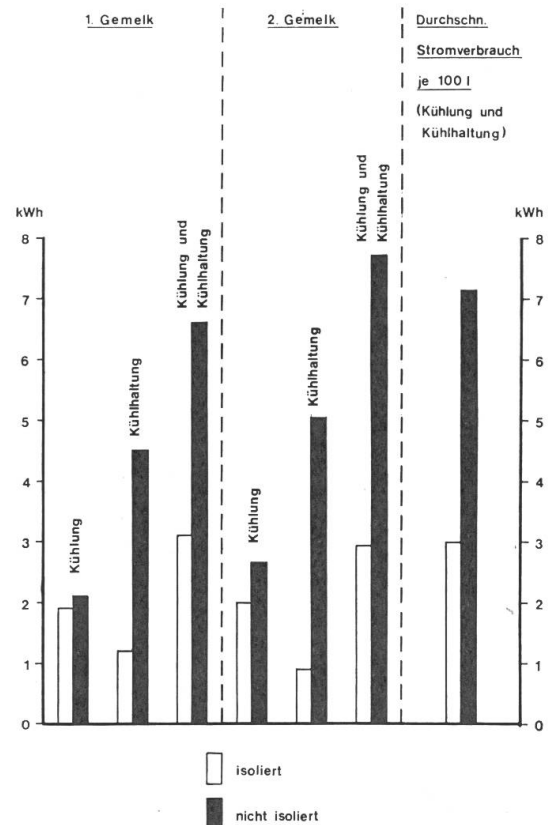

Abb. 15: Kühhaltung erfordert viel Energie bei Aufbewahrung der Milch in nicht isolierten Behältern.
- gute Isolation (geringe Wärmeeinstrahlung) (Abb. 15)